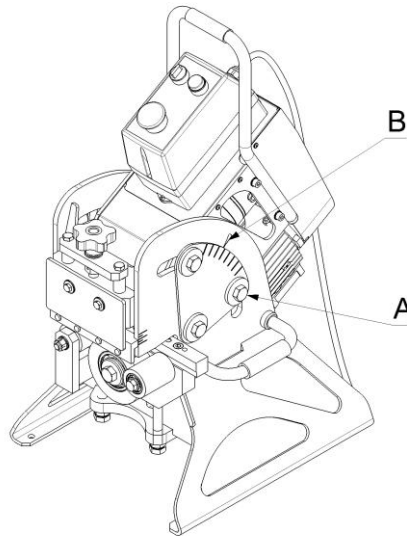

Рис. 5.3.1
- Освободите достаточно болты 3 и 3 (позиция А, Рис. 5.3.1), расположенные по обеим сторонам станка.
- Вы можете установить значение угла на градуированной шкале, расположенной сбоку станка (позиция Б, Рис. 5.3.1).
- Для завершения операции, полностью закрутите боковые болты 3 и 3 (позиция А, Рис. 5.3.1).
Если у Вас возникли проблемы с настройкой угла фацетирования, болты могут быть не выкручены достаточно (позиция А. Рис. 5.3.1)